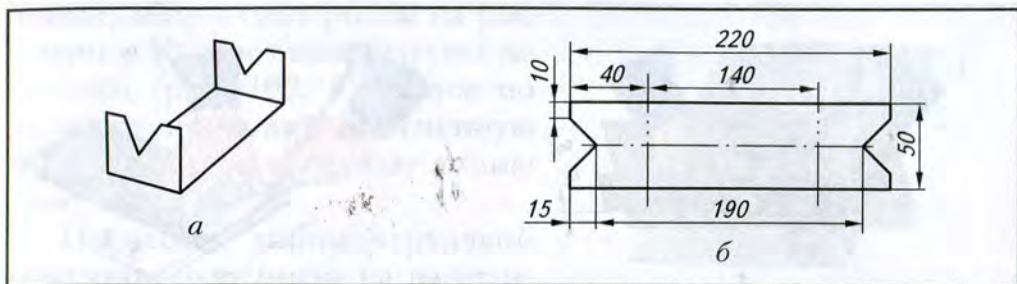

Рис. 108. Подставка под паяльник: а – технический рисунок; б – чертёж развёртки
Рассмотрим последовательность разметки на примере детали «подставка под паяльник» (рис. 108, 109).
2. Разрежьте размеченные ранее заготовки для хозяйственного совка (рис. 98), подставки под паяльник (рис. 108), воздушного винта (см. Приложение, рис. 175), номерка для двери квартиры (рис. 103) или детали своего проектного изделия.